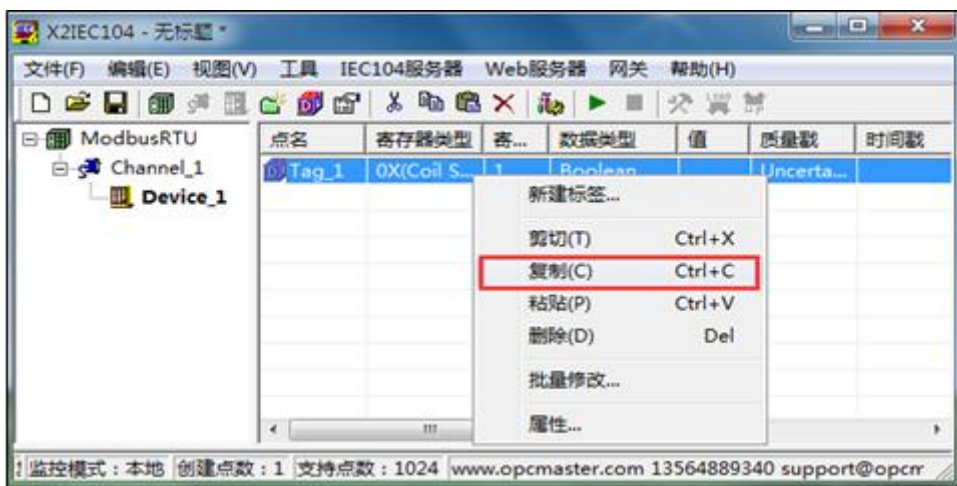

图 3-6-4 复制当前标签
(1) 选择要复制的标签，点击工具栏复制按钮，或者右键选择“复制”如图 3-6-4 所示。